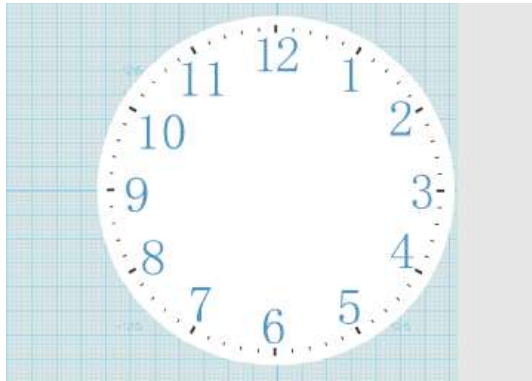
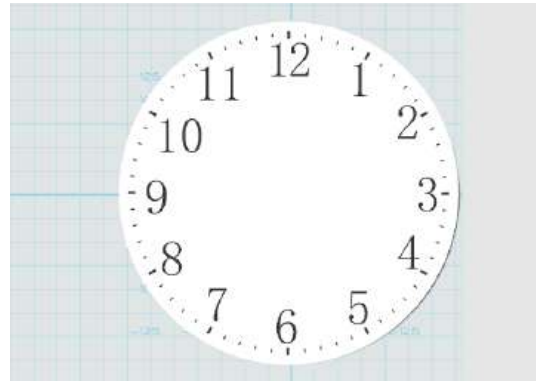

图 11-13
图 11-14
2.排列文字：鼠标拖动文字到表盘相应位置，如图 11-13。鼠标选取“材料渲染”命令，对文字进行渲染，渲染成黑色，如图 11-14，确认完成。